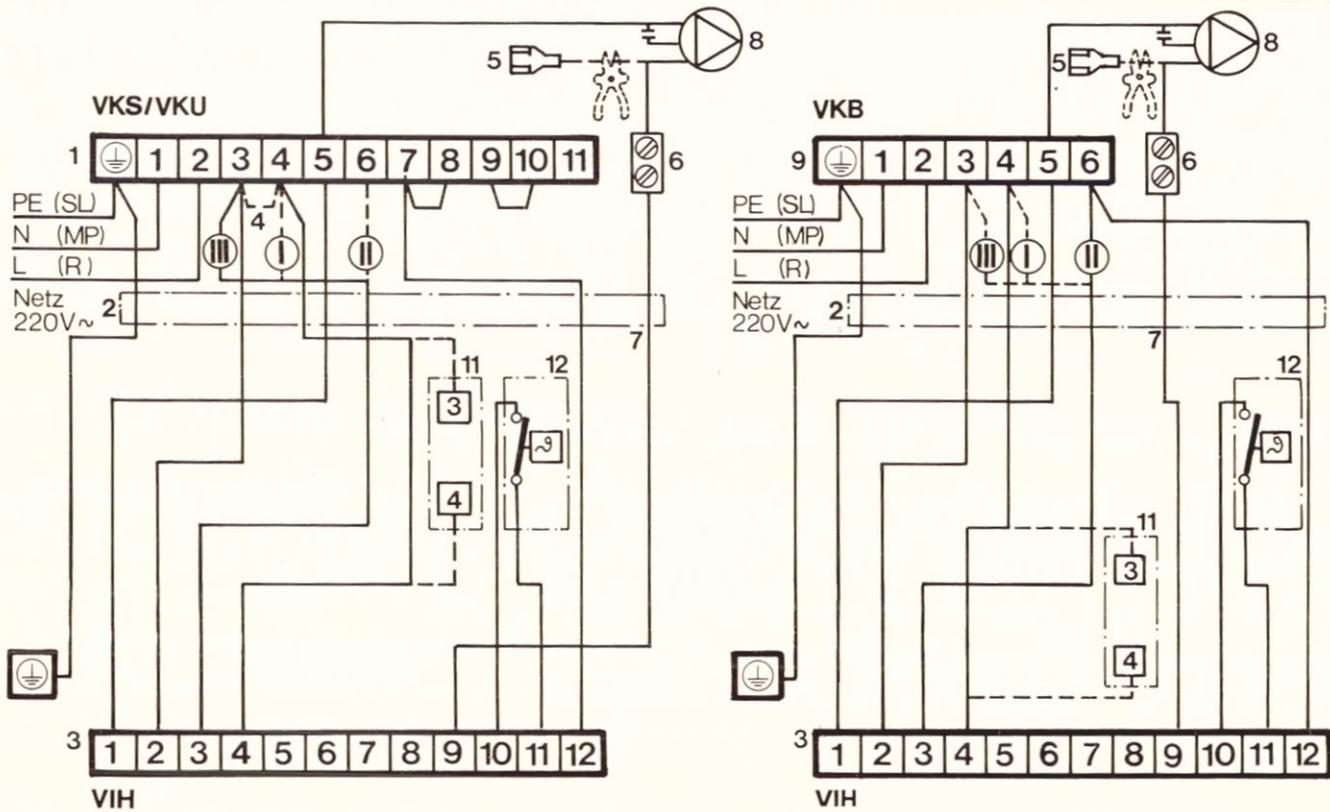

Abb. 2
Die Verdrahtung gemäß Abb. 2 – Abb. 8 vornehmen.
Die Kessel VKS/VKU und VKB älterer Bauart, die nicht mit einem Anschlußstecker versehen sind, werden gemäß Abb. 2 verdrahtet.
Den Anschlußstecker mit der Anschlußleitung entfernen (siehe Verdrahtungsplan 80 65 86) und gemäß Abb. 2 verdrahten.
Anschluß eines (evtl. vorhandenen) Raum- oder Uhrenthermostaten gemäß (gestrichelter Darstellung) Abb. 2 vornehmen.
Bei Kessel mit Anschlußstecker, jedoch ohne Doppelthermostat (Serie bis ca. Ende 1986) ist ein Anlegethermostat (12) am Heizungsvorlauf des Speichers anzubringen. Siehe Abb. 2.